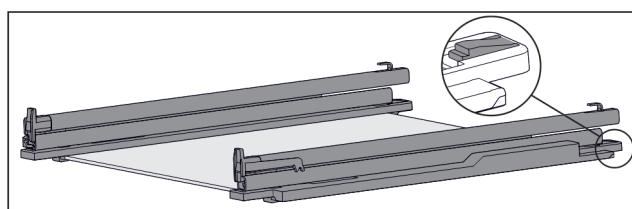

Fig. 120 Staklena ploča s vodilicama i pridržnim dijelovima
- Pridržni dio straga pritisnite prema dolje (pogledajte Fig. 120) u i istovremeno gurnite vodilicu prema otraga.